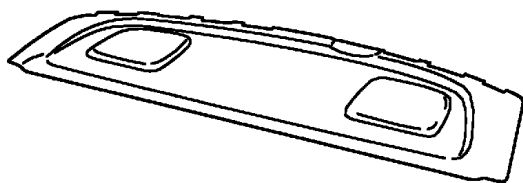

図5-1
1. リアシート後ろのリアパーセルシェルフィニッシャーに減衰力調整ケーブル用のφ5の穴を開けてください。（図5-1）
4. リアパーセルシェルフィニッシャーを車両に取付け、穴にケーブルを通してください。（図5-1）